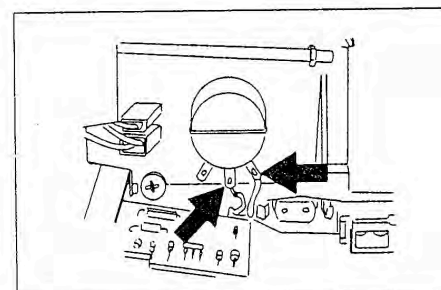

Bild 361
- Steuereinheit regelt ab/Schalterposition auf max. heizen (Bild 361).